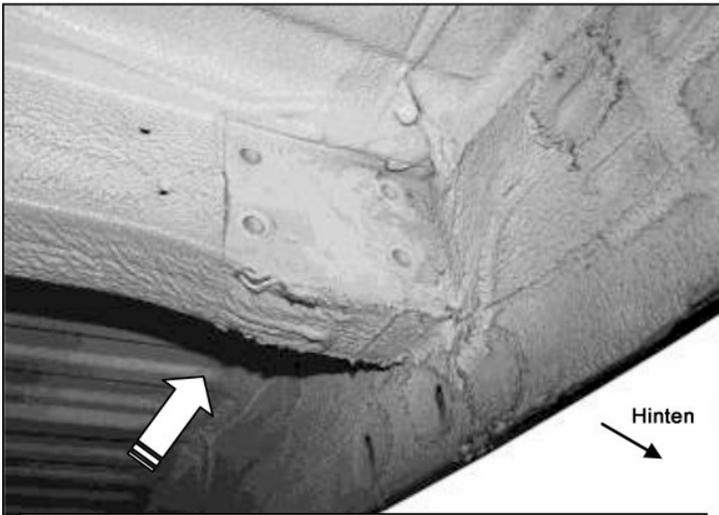
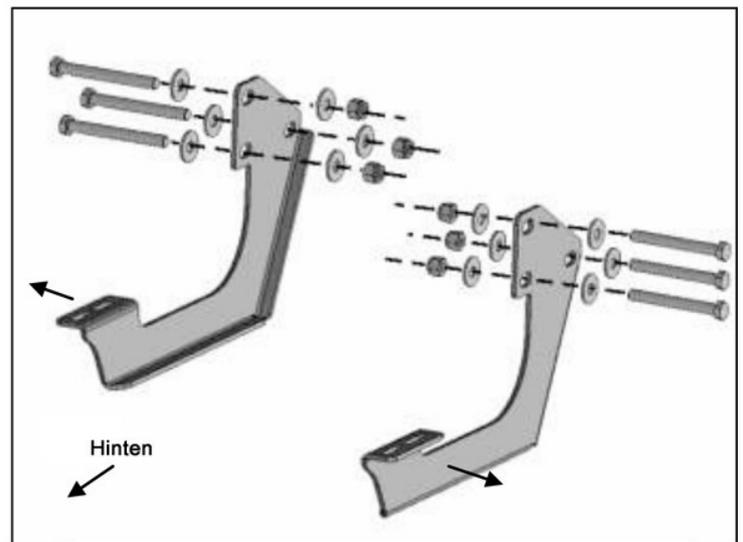

Bild 1 Montagepunkte an der Fahrerseite. Modell ohne Anhängerkupplung. Montieren Sie die Halterungen an der Innenseite des Rahmens
Bild 2 Halterungen für Modelle ohne Anhängerkupplung
2. Beginnen Sie mit der Montage auf der Fahrerseite (**Bild 1**).
- a. Lokalisieren Sie die vier Original-Befestigungspunkte am Ende des Rahmens auf der Fahrerseite (**Bild 1**). Nehmen Sie nun die Halterung für die Fahrerseite (**Bild 2**). **WICHTIG:** Bei Fahrzeugen ohne serienmäßige Anhängerkupplung muss die Halterung an der Innenseite des Rahmens montiert werden (**Bild 1**).
- b. Montieren Sie die Halterung mit (3x) 12mm Sechskantschraube, (6x) 12mm U-Scheibe und (3x) Sechskantschraube (**Bild 2**). Ziehen Sie die Schrauben nur handfest an.